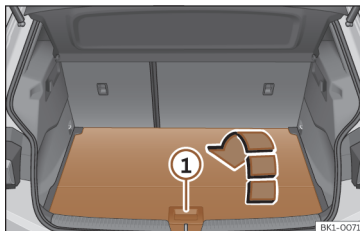

Fig. 137 En el maletero: abrir el segundo suelo del maletero.
- Para **abrirlo**, agarre el asidero»» **fig. 137**  y pliegue la parte trasera del suelo del maletero hacia delante, en el sentido de la flecha.